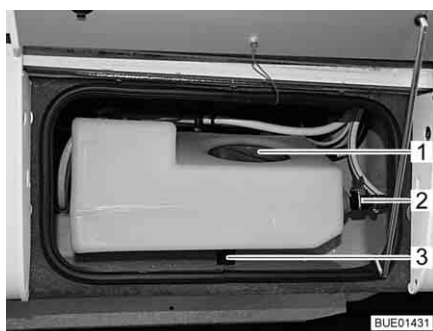
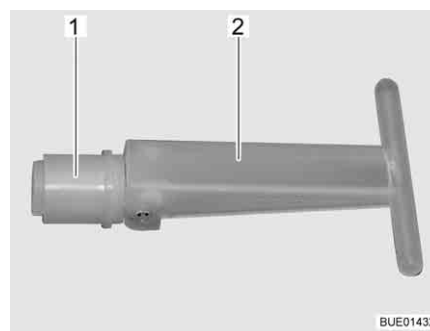

Fig. 162 Depósito de agua adicional
Fig. 163 Tapón de cierre
Al estar abierta la válvula de descarga (Fig. 162,2), la cantidad de llenado estará limitada a aprox. 30 l; el agua excesiva saldrá. Si la válvula de descarga está cerrada, estará a disposición el volumen completo del depósito.
Si se retira el tapón de cierre (Fig. 163,1) en el interior del depósito de agua adicional, el agua saldrá a través del desagüe (Fig. 162,3). Al tapón de cierre se tiene acceso a través de la abertura de servicio (Fig. 162,1).
- Asegurar que el tapón de cierre (Fig. 163,1) en el depósito de agua adicional esté cerrado (el asidero (Fig. 163,2) está plegado).
- Asegurar que esté cerrada la válvula de descarga (Fig. 162,2).
- Abrir la abertura de servicio (Fig. 162,1) del depósito de agua adicional.
- A través de la abertura de servicio, poner el asidero (Fig. 163,2) del tapón de cierre (Fig. 163,1) en posición vertical y extraer el tapón de cierre.